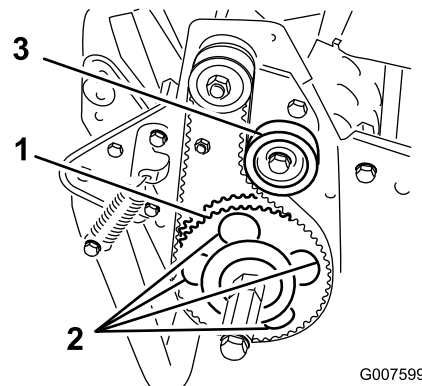

Bild 44
7. Drehen Sie die Antriebsscheibe, bis die Löcher mit den vier Bundscheiben des Rollenlagers ausgerichtet sind (Bild 44).
11. Stellen Sie die Riemenspannung ein, und ziehen Sie die Befestigungsschraube der Spannscheibe an (Bild 44).